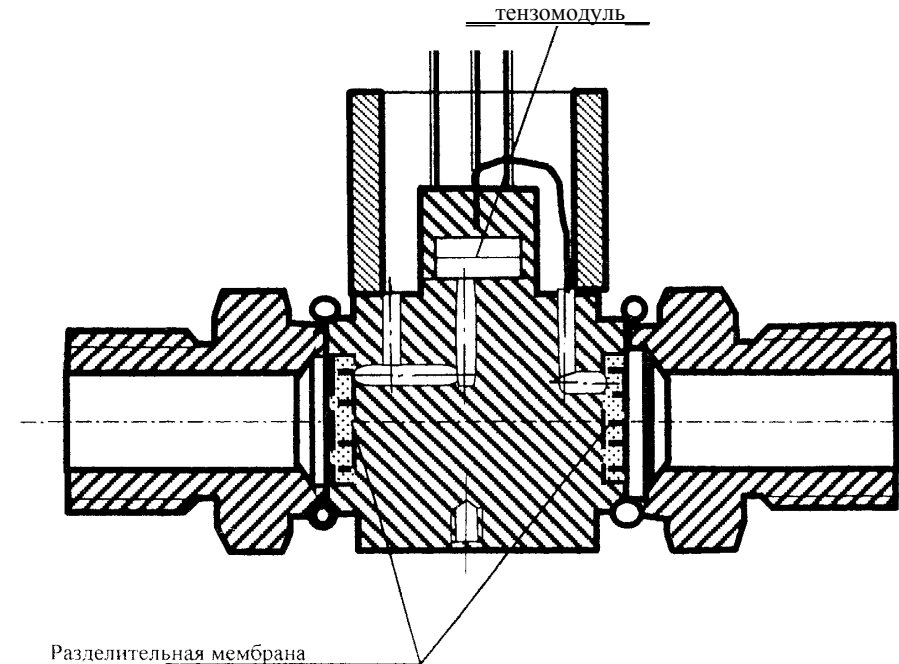

Рисунок 1 - Устройство измерительного модуля
4.3 Измеряемый параметр (разность давлений) воздействует на измерительный модуль (см. рисунок 1) и преобразуется в деформацию чувствительного элемента и изменение его сопротивления. Высокое давление подается в камеру «Н», низкое давление подается в камеру «L».